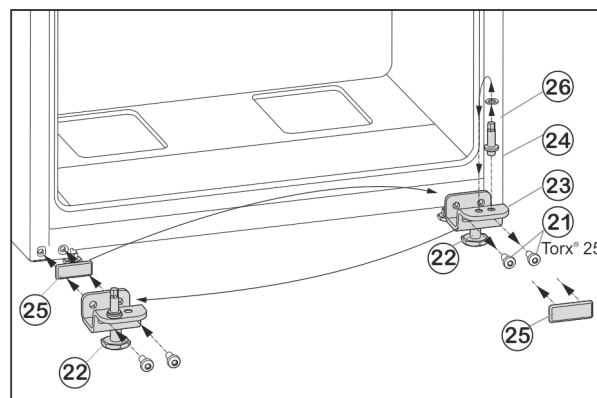

Fig. 7
- ▶ Odvijte pritrdilna vijaka Fig. 7 (21).
- ▶ Odstranite ležajni podstavek spodaj Fig. 7 (23) skupaj z osovino ležaja Fig. 7 (24), podložko Fig. 7 (26) in nastavljivo nogo Fig. 7 (22).
- ▶ Odvijte osovino ležaja Fig. 7 (24) skupaj s podložko Fig. 7 (26) in jo prestavite v nasprotno odprtino ležajnega podstavka ter močno privijte.
- ▶ Previdno snemite pokrovček Fig. 7 (25) in ga prestavite na nasprotno stran.
- ▶ Ležajni podstavek spodaj *Fig. 7 (23)* skupaj z osovino ležaja *Fig. 7 (24)*, podložko *Fig. 7 (26)* in nastavljivo nogo *Fig. 7 (22)* ponovno **trdno (s 4 Nm)** privijte na novo stran tečajev vrat, po potrebi uporabite akumulatorski izvijač.
- ▶ Spodnja vrata od zgoraj nasadite na osovino ležaja *Fig. 7 (24)*.
- ▶ Nastavljivo nogo *Fig. 7 (22)* na ležajnem podstavku spodaj *Fig. 7 (23)* odvijte, dokler ne stoji trdno na tleh.